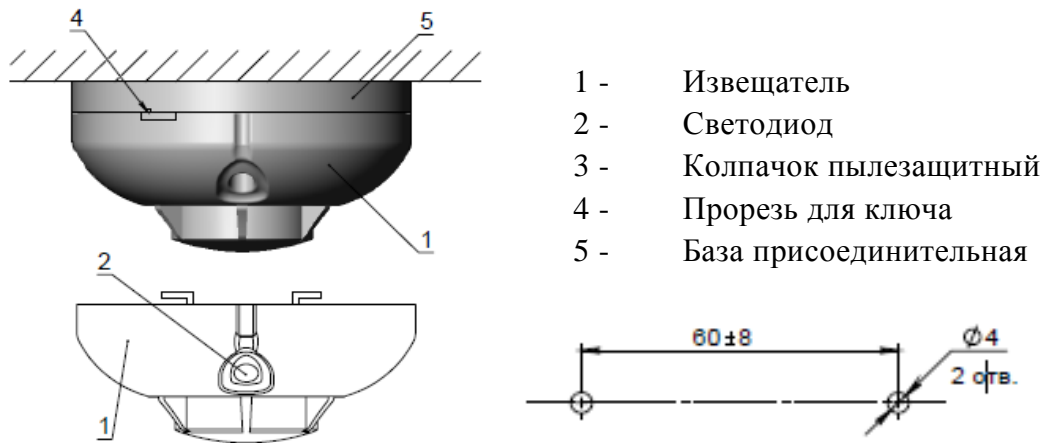

Рис. 2
2.2.3.2 Монтаж извещателя к поверхности несущих конструкций осуществляется с использованием базы, которая фиксируется к поверхности согласно разметке на рис.2.